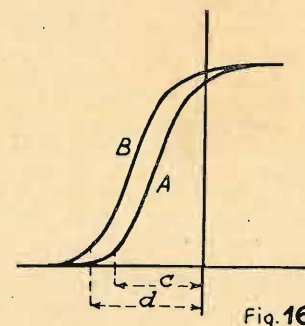

Fig. 16
In fig. 16 si vedono le curve caratteristiche nel caso di rivelazione normale (A) e di rivelazione di potenza (B). Nel primo caso il tratto utile al di là del quale si produrrebbe corrente di griglia e relativa distorsione, è dato dal segmento c; mentre nel caso di rivelazione di potenza questo tratto è dato dal segmento d, che come si vede è molto mag-